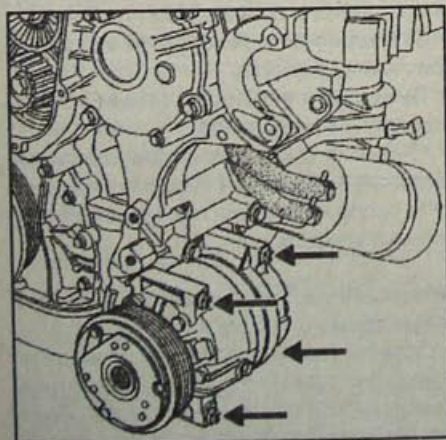

Рис. 15.11. Расположение болтов крепления компрессора кондиционера
- Отверните четыре болта крепления компрессора кондиционера и оставьте компрессор в подвешенном положении на шлангах (рис. 15.11).